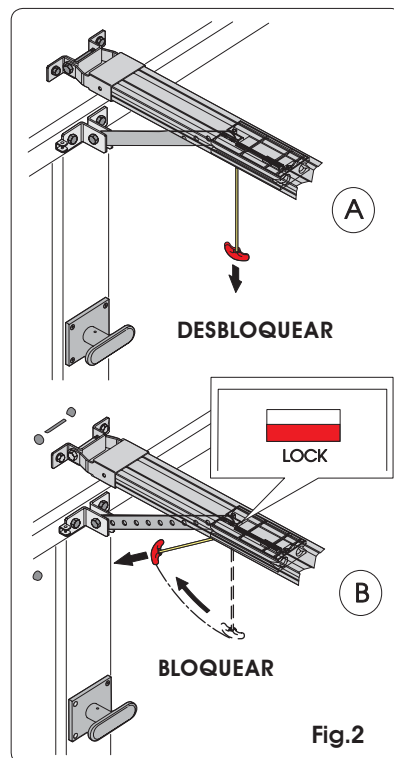

Fig.2
- Desbloquee el operador tirando hacia abajo la manilla de desbloqueo (Fig. 2 ref. A).
- Bloquee de nuevo la automatización tirando horizontalmente de la manilla (Fig. 2 ref. B) y asegúrese de que, al soltarla, la ventanilla "LOCK" situada debajo del carro sea de color rojo, para confirmar que se ha rearmado correctamente.